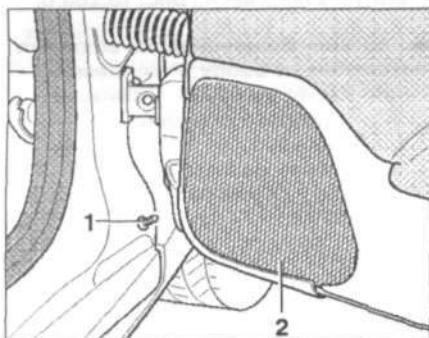

Рис. 13.29. Выкрутите винты 1 и снимите крышку 2 с динамика.
1. Выкрутите винты 1 и снимите крышку 2 с динамика (рис. 13.29).